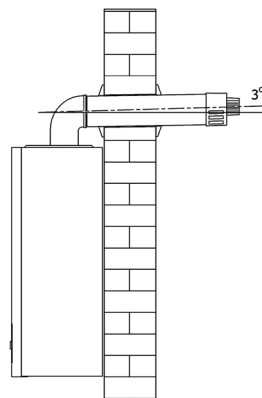

Figura 33: Inclinación de la chimenea de condensación de la caldera
- Durante la instalación de la tubería horizontal, la pendiente de la tubería debe mantenerse entre el 1,5 - 3 grados, con inclinación hacia la caldera (según figura 33). Se deben colocar bridas de agarre cada 3 metros.